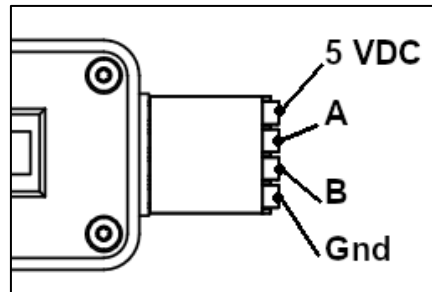

Abbildung 4.1: Pinbelegung RS-485 Klemme, Ansicht der Geräteoberseite (Displayseite)
Der Sensoranschluss erfolgt über eine 4-Polige Steckklemme ⑥. Dieser Anschluss erfolgt nach dem *RS-485* Standard und ist für die Kommunikation über das *Modbus*-Protokoll ausgelegt. Neben den für das Protokoll notwendigen zwei Sensorleitungen **A** (-) und **B** (+) verfügt die Anschlussklemme ⑥ noch über **5VDC** und **Gnd** Klemmpunkte. Bei diesen Klemmpunkte handelt es sich um Ausgangssignale die zur Versorgung des angeschlossenen Sensors verwendet werden können. Der **5VDC** Anschluss ist hierbei direkt mit der Eingangsspannung der USB-C Buchse ① verbunden. Daher ist ein Einspeisen über diese Klemme zu vermeiden, da dies zur Beschädigung einer angeschlossenen USB-C Quelle führen könnte. Die Pinbelegung der Steckklemme ist Abbildung 4.1 zu entnehmen.
Die Pinbelegung dieses Klemmsteines ist Abbildung 4.1 zu entnehmen.